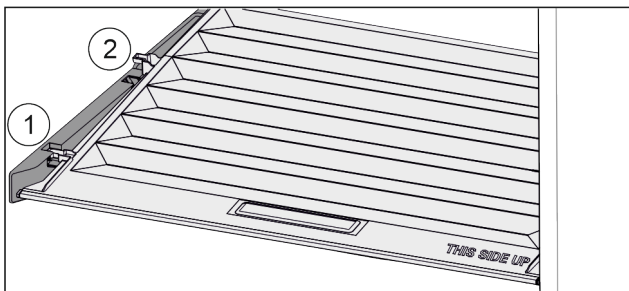

Fig. 35
- ▶ Deksel tot de opening in de vasthoud delen naar voren trekken Fig. 35 (1).
- ▶ Aan de achterkant vanaf de onderkant omhoog tillen en vanaf de bovenkant verwijderen Fig. 35 (2).